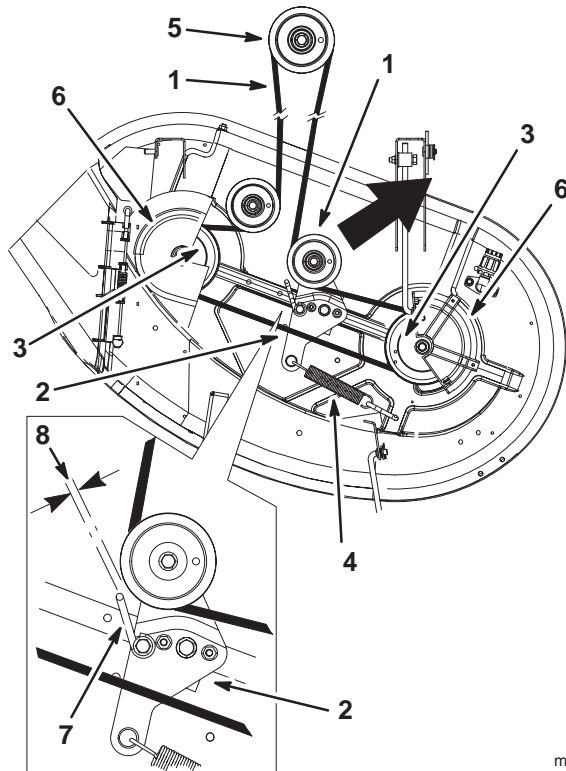

Bild 46
5. Ziehen Sie die Spannscheibe in die in Bild 46 angegebene Richtung und rollen den Riemen von den Scheiben ab.
6. Legen Sie den neuen Riemen um die Motor- und Mähwerkriemenscheiben (Bild 46).
7. Ziehen Sie die Spannscheibe in die in Bild 46 angegebene Richtung und verlegen den Riemen um die Spannscheibe (Bild 46).
8. Drehen Sie die Riemenführung auf dem Spannarm, so dass ein Abstand von 0,8 bis 3 mm zur Seite des Mähwerkriemens besteht (Bild 46).